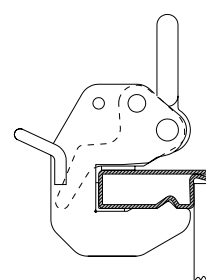

Fig. 26.3
3. Pour verrouiller, remettre le levier de sécurité dans sa position initiale (Fig. 26.3).